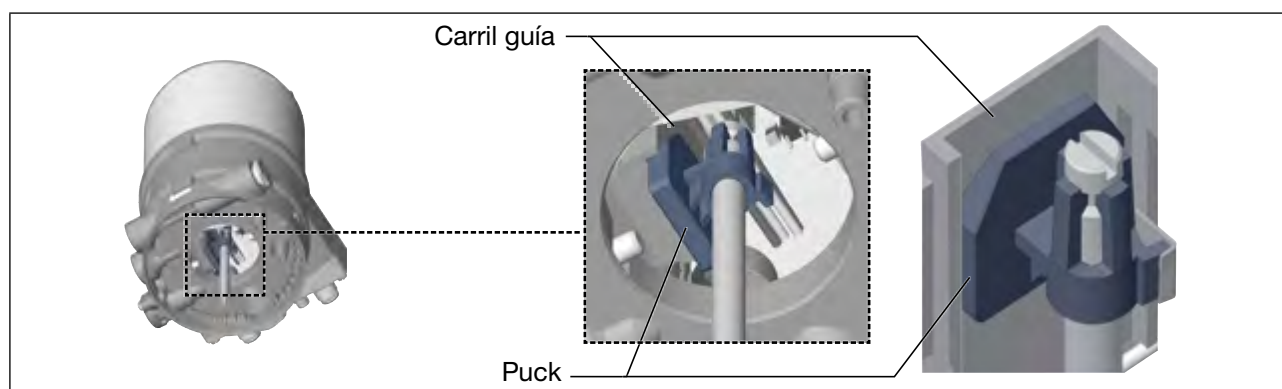

Imagen 19: Orientación del sensor
- Coloque el Tipo 8692, 8693 sobre el actuador. Para ello deberá alinear el sensor del actuador debidamente con el carril guía del Tipo 8692, 8693 (consulte Imagen 19).